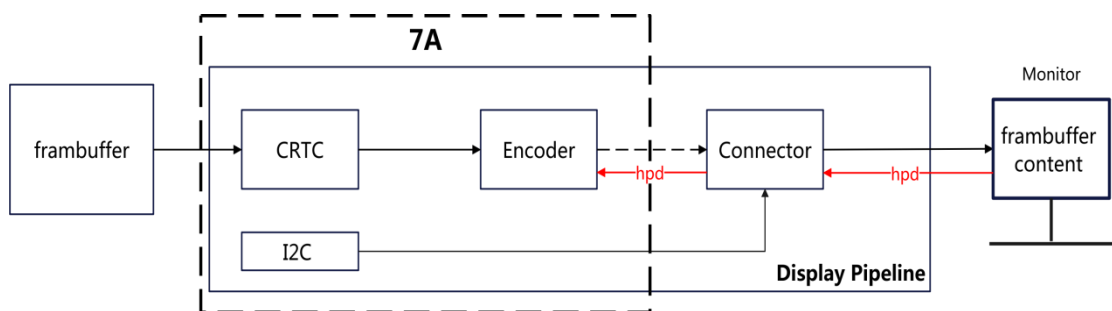

图4-2 无信号转换芯片的显示器显示管线
**方案一：**不需要连接信号转换芯片时，硬件设计约束示意图如图4-2，要求将7A2000桥片显示控制器的I2C直接连接到显示接口连接器上。用于实现读取EDID和使用VGA接口时的热插拔探测功能。